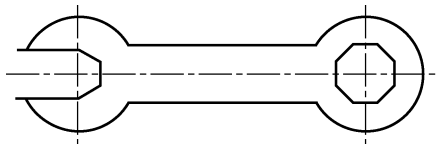

图 2-65 分解正六边形并绘制直线
第五步，分解正六边形，删除多余的边并绘制直线，如图 2-65 所示。
(2) 删除多余的 3 条边绘制两条直线，如图 2-65 所示。